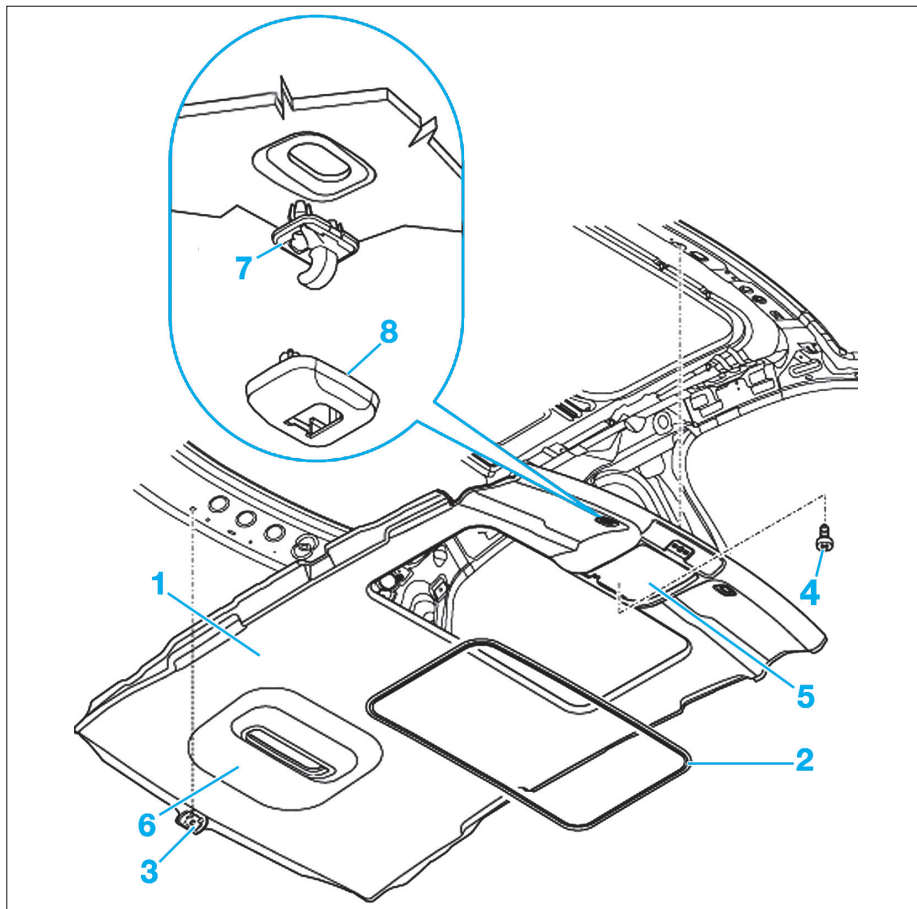

Fig. 37
- le capuchon (8) (Fig.37),
- le palier central du pare-soleil (7),
- Déposer le plafonnier/la lampe de lecture arrière (6).
- Déposer le cadre du toit coulissant/pivotant (2).